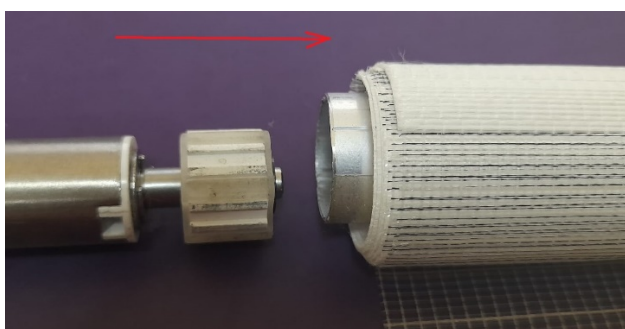

Рис. 4.12
4.7. Вставить мотор в трубу алюминиевую 19 мм со стороны, указанной в заявке в графе «Сторона управления» (Рис. 4.12), (Рис. 4.13), не снимая пластикового адаптера на моторе (Рис. 4.14).